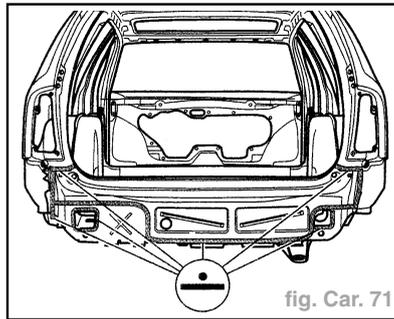

fig. Car. 71
- Souder la jupe arrière, soudure par points RP (fig. Car. 71).